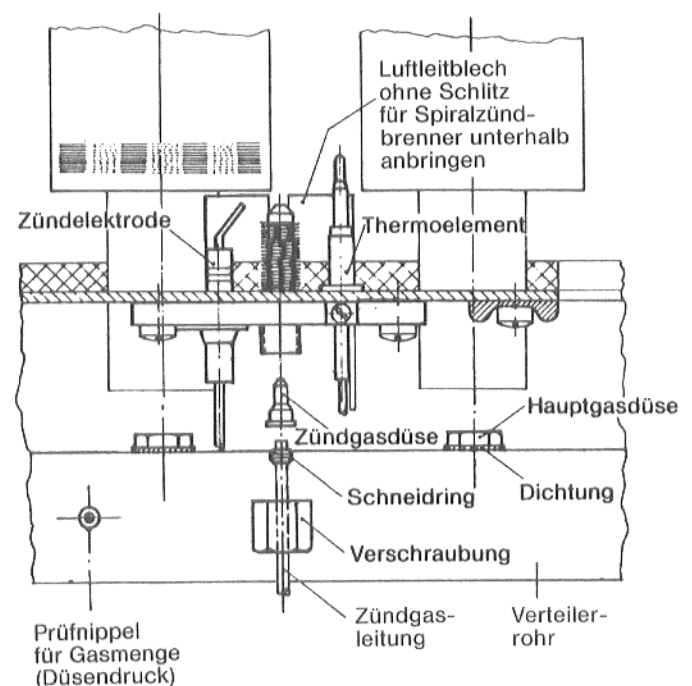

Abb. 8
2. Zündgasleitung am Zündbrenner lösen; dazu Zündgasbrennerverschraubung lösen und Zündgasleitung mit Schneidring abnehmen (Abb. 8).
2. Zündgasleitung am Zündgasbrenner lösen; dazu Verschraubung lösen und Zündgasleitung mit Schneidring abnehmen (Abb. 8).